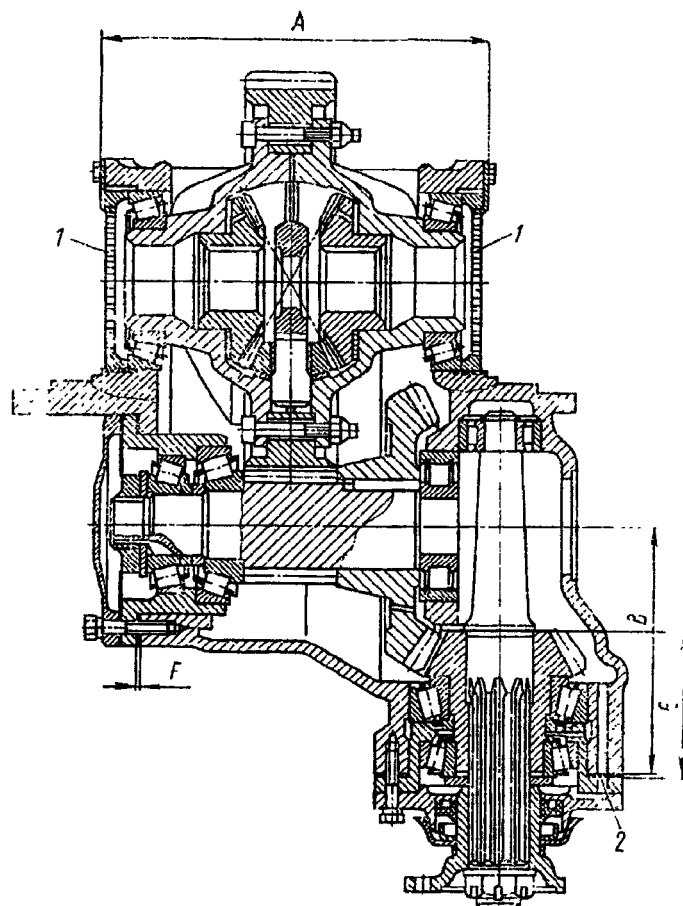

Рис. 225. Передача главная переднего моста:
<p>65. Определите толщину пакета регулировочных прокладок 2 (рис. 225), устанавливаемых между фланцем стакана подшипников ведущего конического зубчатого колеса и картером главной передачи, по формуле</p> $S = (81 \pm \text{поправка}) + E - B,$ <p>где E — действительный размер от торца ведущего конического зубчатого колеса до фланца стакана, B — действительный размер главной передачи от переднего торца до оси ведомого конического зубчатого колеса, поправка равна 0,3 мм</p> <p>66. Наберите пакет регулировочных прокладок.</p>	—
<p>75. Замерьте размер F (см. рис. 225) между картером и фланцем стакана подшипников ведущего цилиндрического зубчатого колеса при беззазорной зацеплении конических зубчатых колес, определите толщину пакета регулировочных прокладок по формуле: $S = F + D$, где $D = 0,317 - 0,555$ мм — толщина пакета регулировочных прокладок, равная осевому смещению ведомого конического зубчатого колеса для компенсации бокового зазора в зацеплении зубчатых колес</p> <p>76. Наденьте регулировочные прокладки 25 (см. рис. 203) на стакан 26 и запрессуйте стакан в картер, установите на вал регулировочные шайбы 27, внутреннее кольцо 15 подшипника, опорную шайбу 16 и наверните гайку 17</p> <p>77. Установите крышку 19 с прокладкой 18 на стакан 26, скобу 20 главной передачи на крышку 19 и вверните болты 22 с шайбами 21 в картер главной передачи с моментом 58,9—88,3 Н·м (6—9 кгс·м)</p> <p>78. Проверьте и отрегулируйте боковой зазор между зубьями конических зубчатых колес</p> <p>Технические условия. 1. Боковой зазор должен быть 0,2—0,35 мм. Зазор замерьте индикаторной головкой, установленной на широкой части зуба. 2. Боковой зазор необходимо проверять не менее чем для трех зубьев ведомого зубчатого колеса и на равных расстояниях по окружности</p>	<p>—</p> <p>Пресс, молоток</p> <p>Динамометрическая рукоятка, сменная головка 19 мм</p> <p>—</p>
84. Отрегулируйте подшипники дифференциала в следующем порядке: — последовательно и равномерно затяните обе регулировочные гайки 1 (см. рис. 225) до увеличения расстояния А между крышками подшипников дифференциала на 0,1—0,15 мм (расстояние измеряйте между площадками для стопоров гаек); — застопорите регулировочные гайки; — затяните болты крепления крышек дифференциала и застопорите отгибанием пластин на одну из граней головок.	Динамометрический ключ